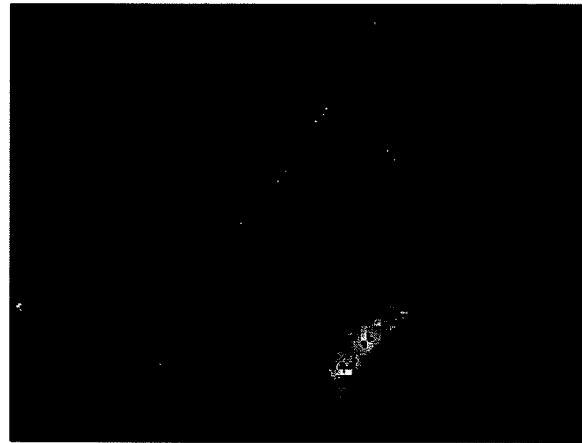

Figura 8
2. Antes de cargar las baterías, es necesario ventilar el compartimiento para baterías. Para ventilar el compartimiento, voltee el depósito de recuperación hacia arriba, hasta que se traben en la posición "abierto" (consulte la figura 8). Para cerrar el depósito, levante el brazo y luego baje lentamente el depósito hacia la posición "cerrado".